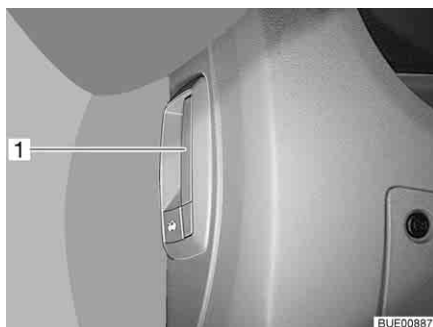

Bild 42 Låsspak motorhuv (inne i fordonet)
- Dra i spaken (Bild 42,1) under till vänster eller vid sidan om instrumentbrädan.